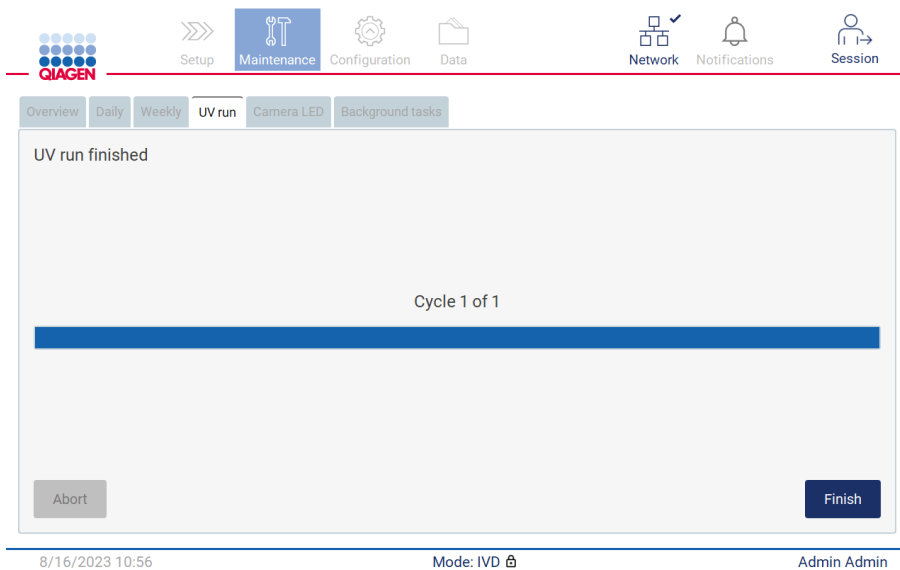

图 186. UV run finished（紫外运行完成）屏幕。
7. 执行紫外运行之后会显示一条消息（见下方图 186）。点击 **Finish**（完成），以完成紫外运行。